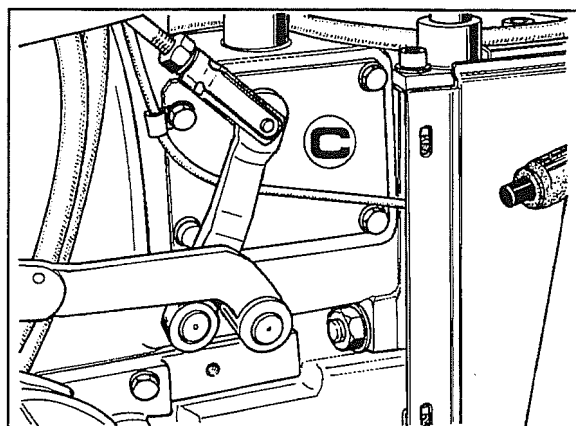

Fig. 2
- 2 Togliere il coperchio **C** sulla campana frizione e quello sul lato opposto come mostra la fig. 2.